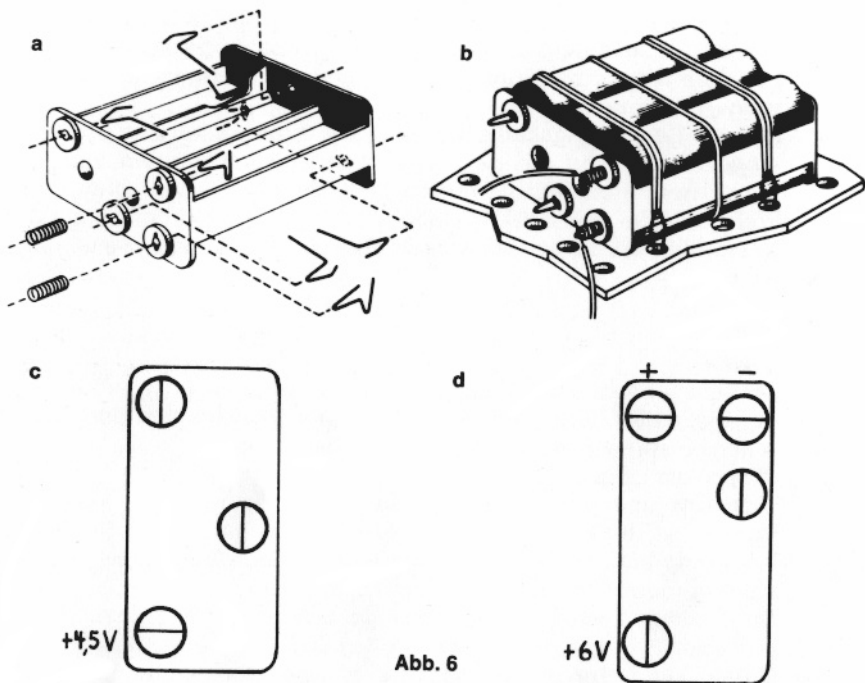

Abb. 6
Stecke die Federn in den Batteriehalter, wie in Abb. 6 a gezeigt wird, und lege gleich die sechs Mignon-Zellen 1,5-V in die entsprechenden Fächer. Wie sie hineingelegt werden müssen, kannst du in dem Batteriehalter erkennen. Danach spanne ein Gummiband herum, damit die Batterien nicht herausfallen können. Befestige den Halter auf der Grundplatte mit zwei Gummibändern und vier Haarnadelfedern (20) oder mit einem isolierten Draht (Abb. 6 b).
Bei einigen Geräten werden neben den Minus 0-V und Plus 9-V noch andere Spannungen benötigt. Aus den Abb. 6 c und 6 d ersiehst du, wo die Anschlußklemmen für 4,5-V und 6-V liegen. Stecke auf die entsprechende Klemme eine Spiralfeder (22), drücke sie nieder und befestige in der entstehenden Öffnung den dritten Anschlußdraht.